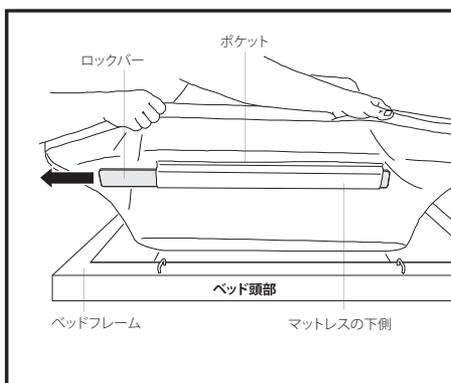

図 1
2. 右 (図 1) に示す通り、マットレス頭部先端のポケットにあるロックバーを片側に移動します。